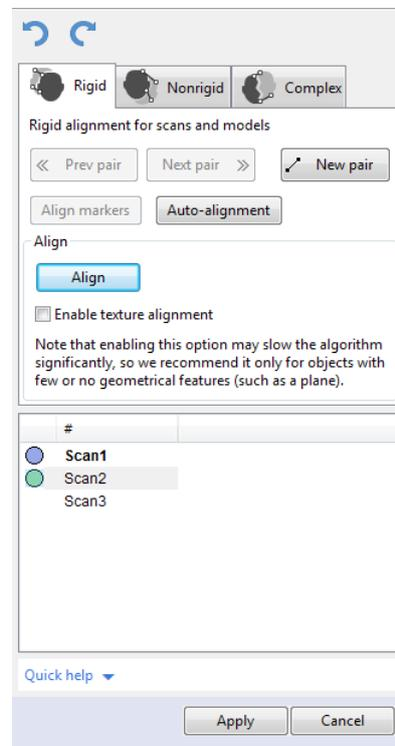

Abbildung 71: Bedienfeld *Ausrichten*: Tabulator *Starr*.
1. Sicherstellen, dass der *Starr*-Tabulator im Bedienfeld *Ausrichten* gewählt ist (siehe Abb. 71). Das Werkzeug selektiert automatisch alle Scans. Unnötige Selektionen können mit der Taste `Ctrl` key (siehe Scan-Ausrichtung) rückgängig gemacht werden.
1. Sicherstellen, dass der Tabulator *Starr* selektiert ist (siehe Abb. 71).